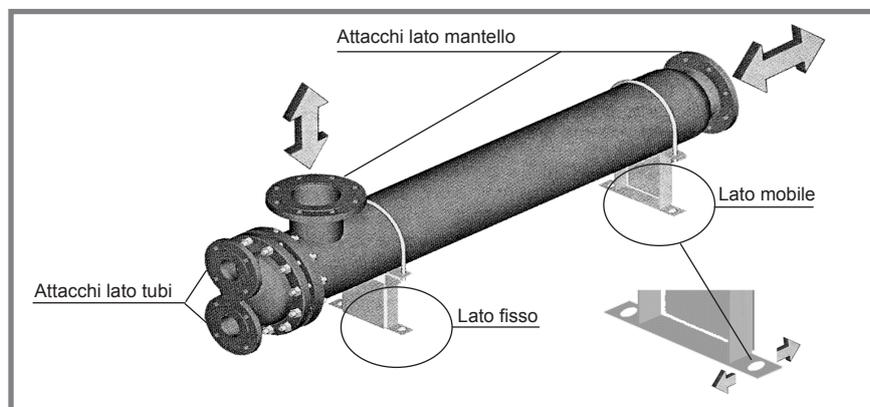

Fig. 3
4.3.3 I bulloni delle fondamenta devono essere allentati su un lato dello scambiatore per consentire la libera espansione del mantello. A questo scopo sono da prevedere i fori asolati nella sella di sostegno qualora le selle non siano fornite con lo scambiatore (Fig. 3).